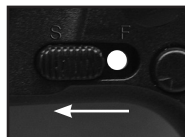

ilustración 2a
- Tire del seguro hacia atrás (hacia la “S”) hasta que ya no se muestre el color rojo (**Ilustración 2a**).